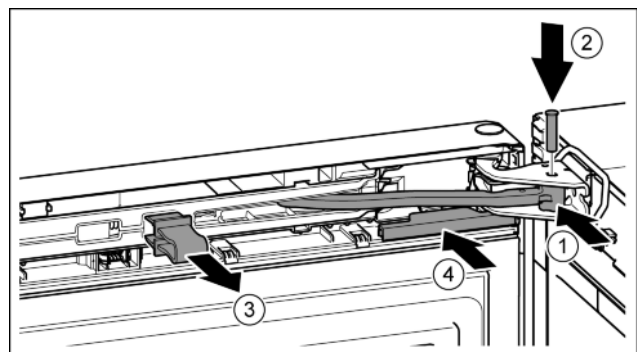

Fig. 49
- ▶ Повернуть шарнир в опорный кронштейн. Fig. 49 (1)
- ▶ Вставить палец в опорный кронштейн и шарнир. При этом следить за тем, чтобы выступ фиксатора занимал правильное положение в пазу. Fig. 49 (2)
- ▶ Снять предохранитель. Fig. 49 (3)
- ▶ Надвинуть крышку. Fig. 49 (4)